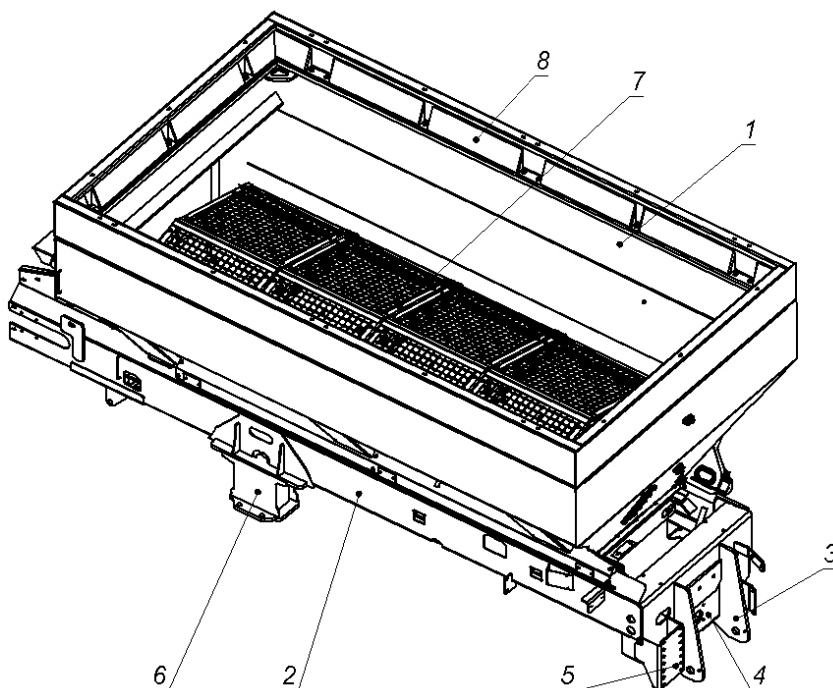

Рисунок 2 – Бункер с рамой (вид спереди)
2.2 Сварной бункер, выполнен, как одно целое с рамой (Рисунок 2; 2а) является несущей конструкцией разбрасывателя. Состоит из: непосредственно самого бункера 1 и рамы 2. Внутри рамы, на кронштейны устанавливается ленточный транспортер и крепится к ней болтами; к ней также привариваются: кронштейны крепления оси колесного хода 6, кронштейн подвеса дышла 3, плита крепления привода 4 и кронштейн крепления опоры 5.
Бункер и все его элементы выполнены из нержавеющей стали. Внутри бункера (Рисунок 2), привариваются кронштейны для установки съемных панелей. Панели 7 представляют собой каркас, в которой вварена сетка в виде квадратных ячеек. Каркас и сама сетка панелей выполнена из нержавеющей стали.
Рисунок 2а – Бункер с рамой (вид сзади)